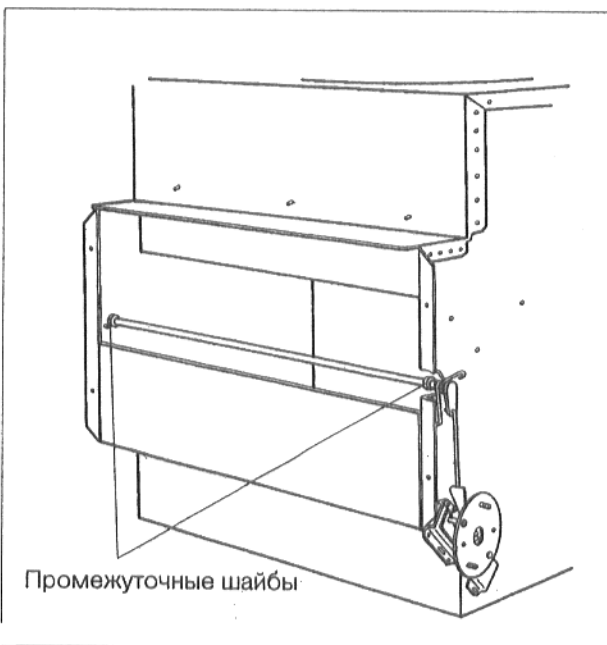

Рис. 3
- Переместить обе промежуточные шайбы к левой и, соответственно, правой внутренней кромке предохранителя потока (рис. 3).